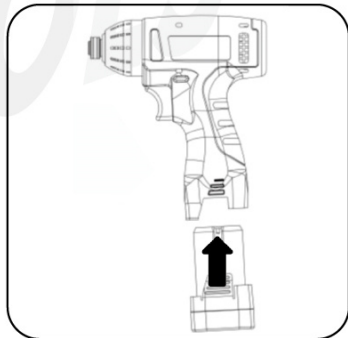

図 3
2. (図3)のようにバッテリーパックを充電器に差し込み、所定の位置まで押し込んで下さい。